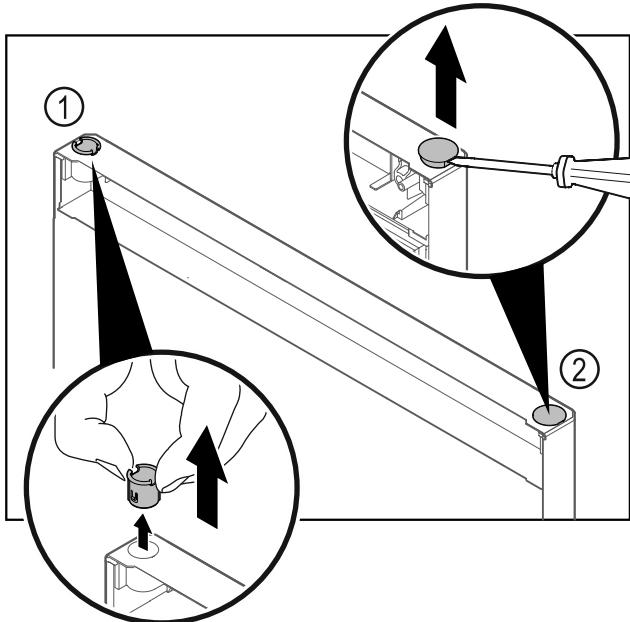

Fig. 31
- Izvucite čahuru šarke Fig. 31 (1) prstima.
- Odvijačem s ravnom glavom oprezno podignite čep Fig. 31 (2) i izvadite ga.